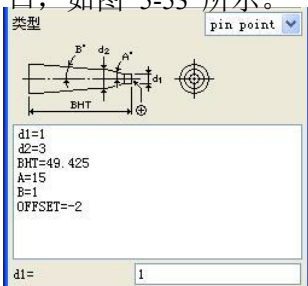
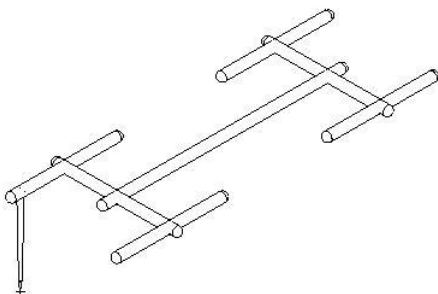

图5-52
图5-53
8. 在【注塑模向导】工具条中单击【浇口】按钮，弹出【浇口设计】对话框。在【位置】复选框中选择【型腔】选项，并设置浇口其他参数，如图 5-52 所示。单击【构造器】按钮，弹出【点构造器】对话框，在【基点】输入框中输入 (-30, -85, -49.425)，依次单击【确定】和【-ZC 轴】按钮创建浇口，结果如图 5-53 所示。